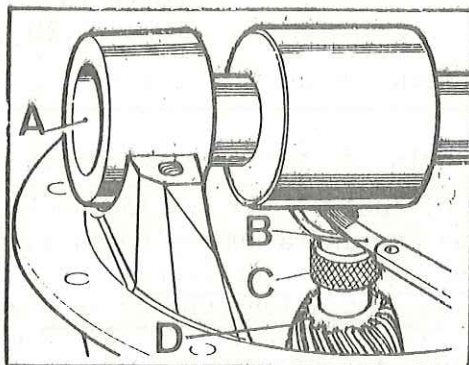

Fig. E-84 Verificación altura de piñón de ataque
3.4.1. Situar el calibre fijo (103349) A (Fig. E-84) en posición sobre el cárter del diferencial y el calibre deslizante, B, sobre la cabeza del piñón de ataque.
- 3.4.2. Usando un juego de galgas, B (Fig. E-84), medir la holgura existente entre el calibre deslizante, C y el calibre fijo A, tomando nota exacta de dicha holgura.